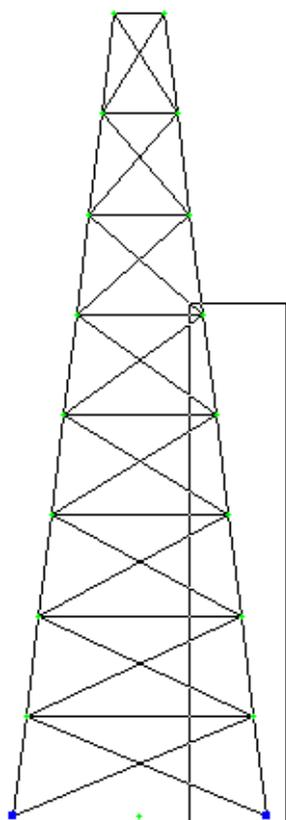

Рис.5.20. Выделение элементов растягиванием "резинового окна"
- Выделите проекцию пяти нижних элементов правой грани башни растягиванием резинового окна слева направо, как показано на рис.5.20.